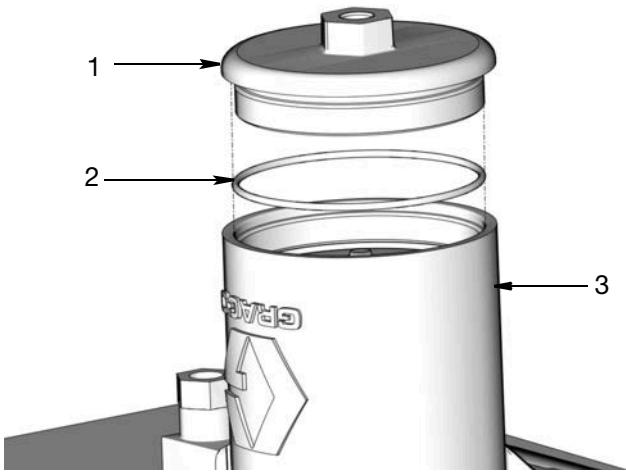

图 22
19. 卸下盖子 (1)、盖子 O 形圈 (2) 和弹簧 (6)。根据正确处置的所有相关规定，处置 O 形圈 (图 22)。